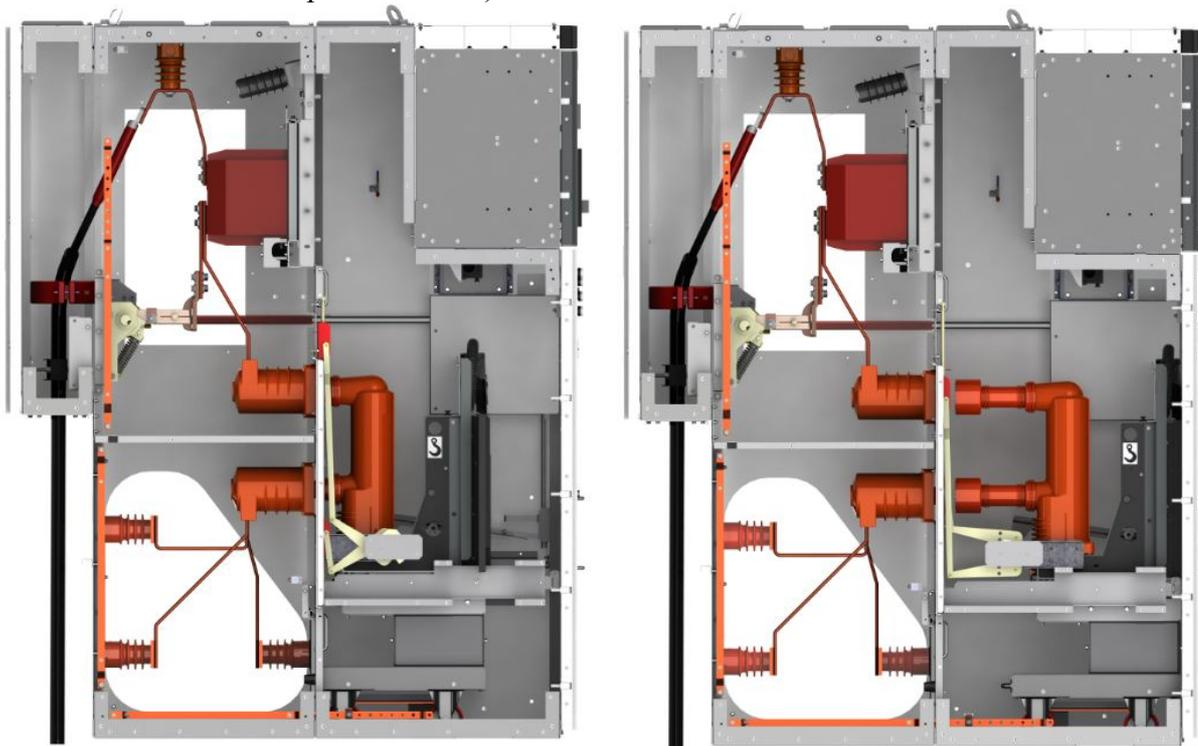

Рис. 7 Положения выкатных элементов на примере силового выключателя VF12 (слева – рабочее, справа – контрольное)
- рабочее (рис. 7, слева, шторочный механизм открыт, контакты главной цепи и выкатного элемента соединены, заход ламельных контактов в неподвижные контакты не менее 15 мм);
– контрольное (рис. 7, справа, шторочный механизм закрыт, контакты главной цепи КРУ и выкатного элемента разъединены).